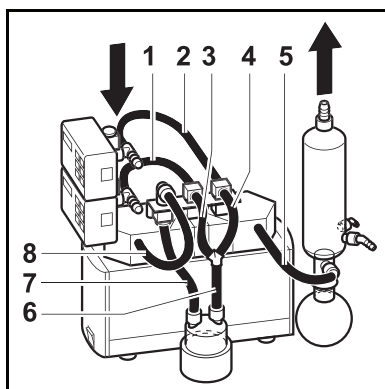

Fig. 19: Conexión tubular sistema SCC
6. Conectar los tubos del sistema (Fig. 19).